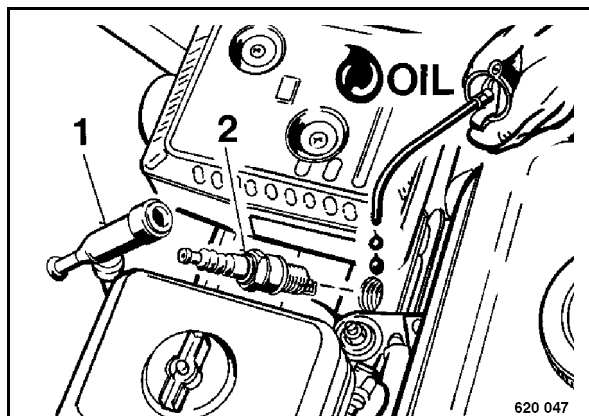

рис. 70
- Снять свечной наконечник (1) (рис. 70) и вывинтить свечу зажигания (2).